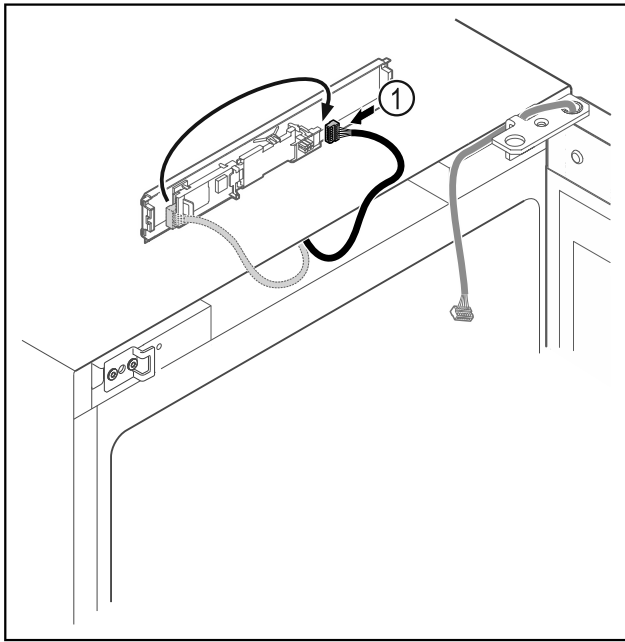

Fig. 18
- ▶ Vėl įkiškite kištuką į plokštę Fig. 18 (1).